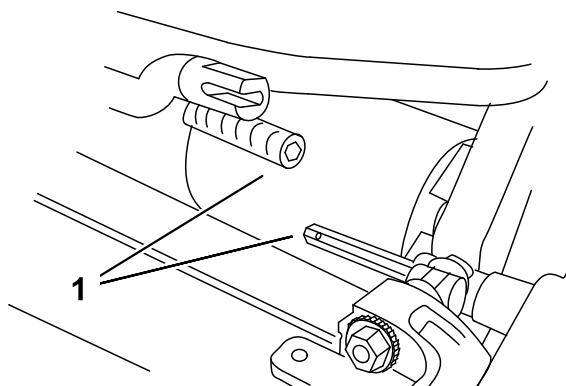

图4
3. 将滚刀组推入主机下方左侧的位置，接合变速箱联轴器（图4）。